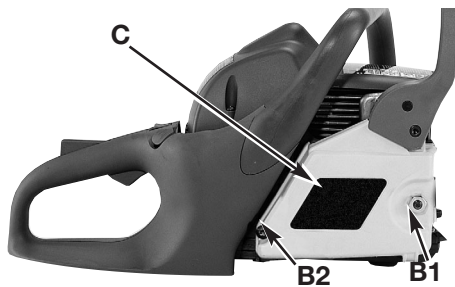

Fig. 18
2. Retire la tuerca (B1) que retiene la barra y el tornillo (B2) en la parte posterior de la tapa del embrague (C). Retire la tapa del embrague (C) halando hacia afuera, pudiera ser necesario hacer algo de fuerza (Fig. 18).
3. Coloque el extremo ranurado de la barra guía sobre el perno de la barra (F). Deslice la barra guía detrás del tambor de embrague (G) hasta que se detenga la barra guía (Fig. 18).